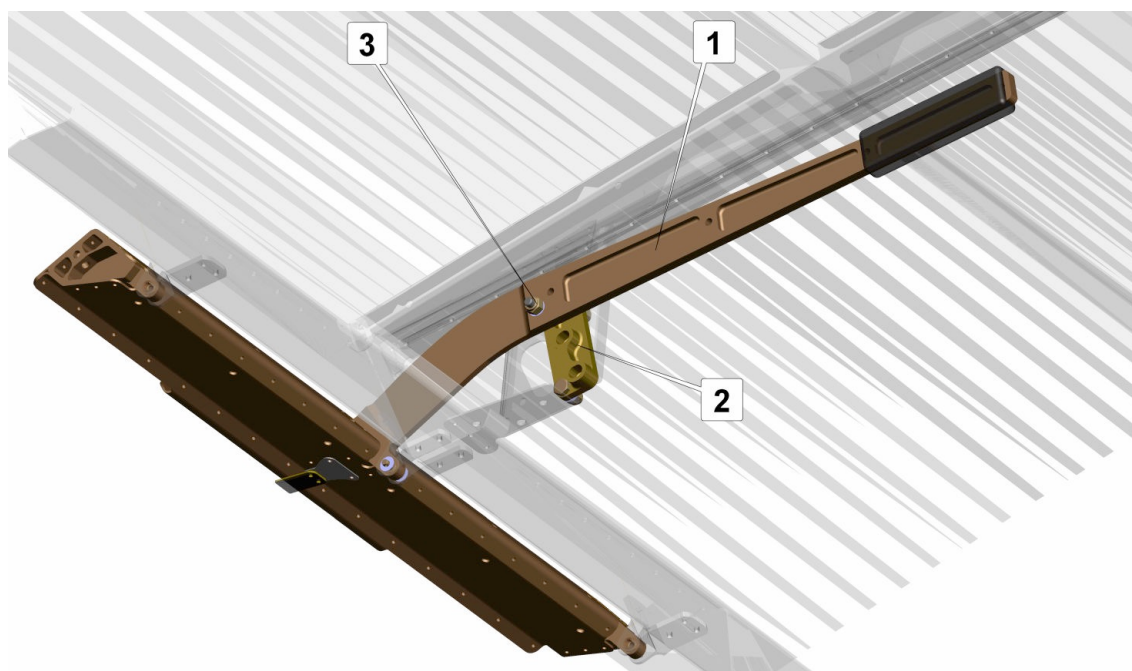

Fig. 8. Mécanisme d'extension des volets
Les angles de débattement des flaperons (comme ailerons) : $20 \pm 1^\circ$ vers le haut et $13 \pm 1^\circ$ vers le bas. Le mécanisme d'aileron glissant (extension des volets) (**FIG.8**) est constitué d'une tige et d'un levier (1) articulé sur le rebord supérieur du cadre N°3. La sélection de position des volets est assurée par un ensemble de fixation (2) à trois orifices pour l'axe (3) du levier. Le changement de position se fait par traction du levier à ressort vers la droite. Après que l'axe soit sorti de l'orifice de l'ensemble de fixation, le levier peut être placé dans la position choisie. Lorsque l'axe s'aligne avec un autre orifice, le ressort bloque le levier et les flaperons dans une position différente.